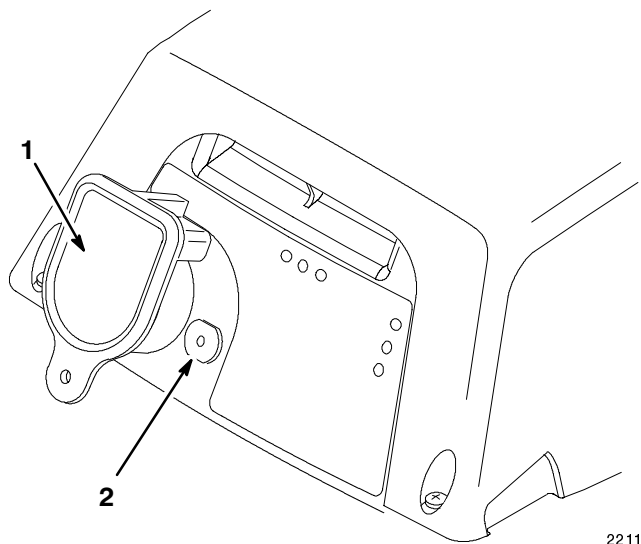

Figure 12
La tondeuse ne peut fonctionner que si la clé est insérée à fond dans la prise (Fig. 12). Pour éviter un démarrage accidentel ou l'utilisation non autorisée, retirer la clé de la prise lors de tout abandon de la tondeuse sans surveillance. La clé se termine par une patte percée d'un trou permettant de la suspendre à un clou, hors de portée des enfants. Lire l'étiquette de sécurité apposée sur la clé.
2. Insérer la clé à fond dans la prise de la tondeuse (Fig. 12).